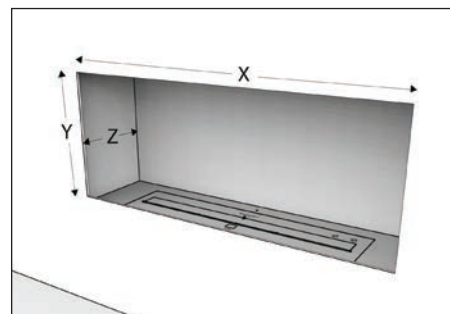

Fig. 1
A. « INSTALLATION DANS UN FOYER » (Fig. 1)